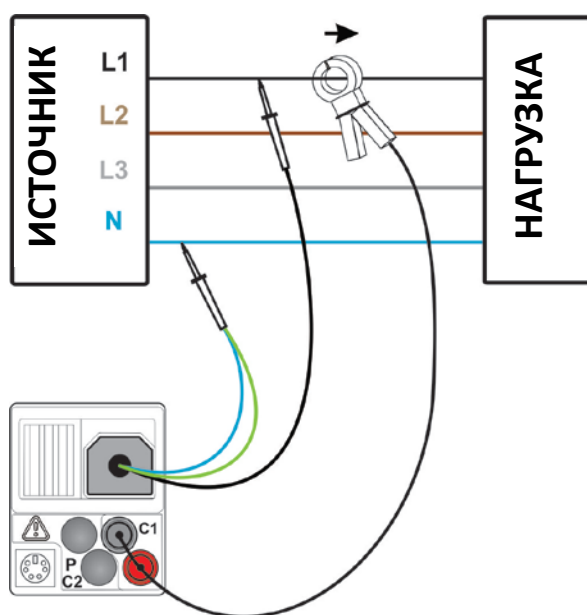

Рисунок 5.46: Измерение мощности
**Подсоедините** выводы (провода) измерения напряжения и токовые клещи к тестируемому элементу (см. *Рисунок 5.46: Измерение мощности* ).
См. Рисунок 5.46: Измерение мощности
**Подсоедините** выводы (провода) измерения напряжения и токовые клещи к тестируемому элементу (см. Рисунок 5.46: Измерение мощности).